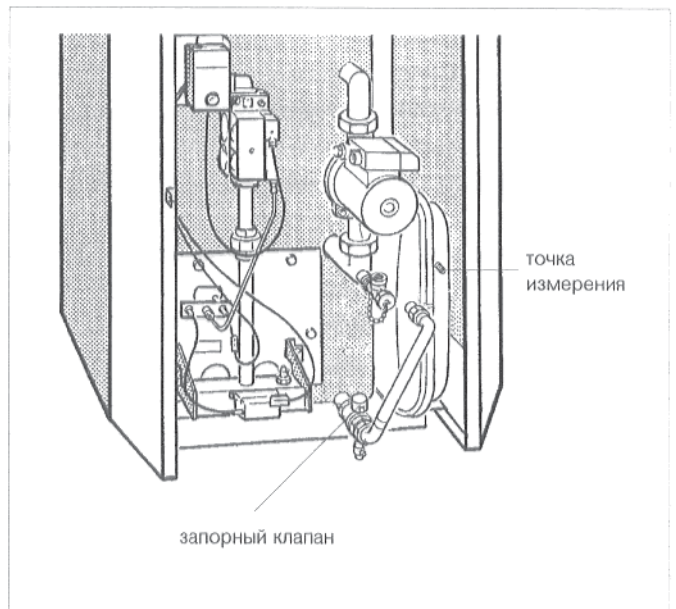

Рис. 24: G124 XV: резервуар для выравнивания давления, начиная с типоразмера котла 20-4 на задней стороне котла)
- Снять красный колпачок и закрыть запорный клапан (рис. 24).
- Снять заглушку с точки измерения (рис. 24) и произвести коррекцию давления.